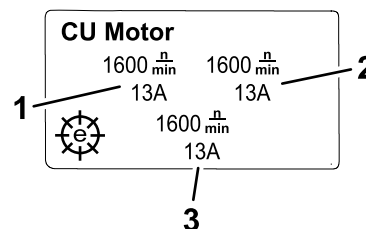

Рисунок 22
- **Экран информации об электродвигателях режущих блоков** (Рисунок 22) показывает частоту вращения каждого электродвигателя режущего блока и силу тока, потребляемую этим двигателем.